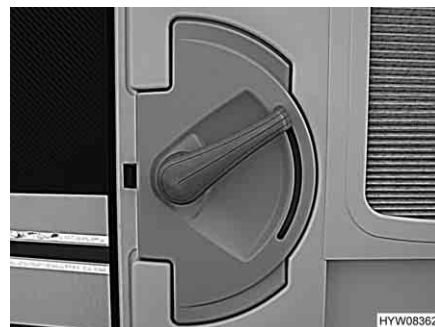

Fig. 22 Serratura della porta, lato interno, bloccata
- Ruotare la maniglia della porta per circa 45° verso l'alto (Fig. 22) e lasciarla in questa posizione.